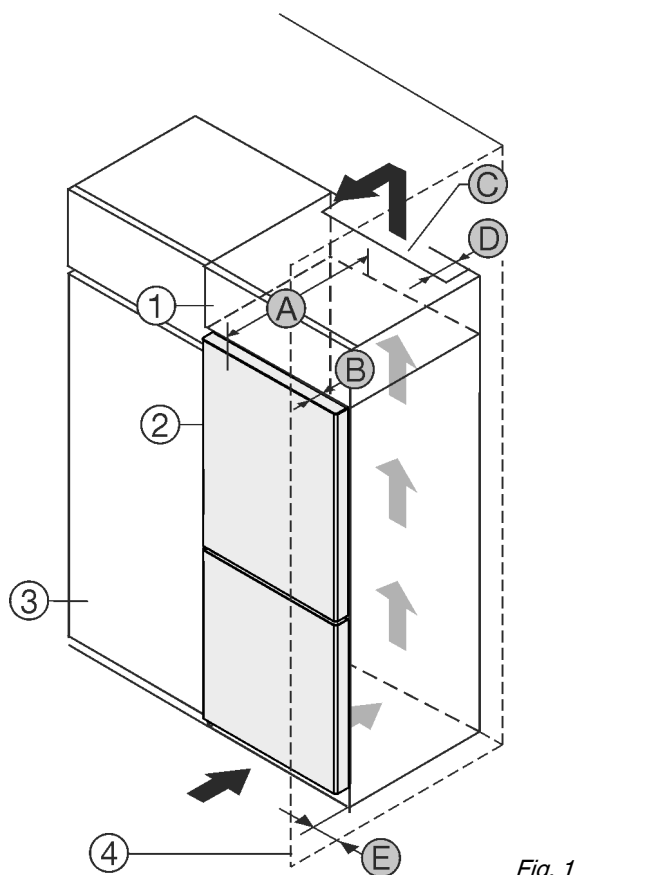

Fig. 1
- (1) Шафа для встановлення на пристрої
- (2) Пристрій
- (3) Кухонна шафа
- (4) Стінка
- (A) Глибина пристрою
- (B) Глибина дверей
- (C) Вентиляційний зазор
- (D) Відстань задня сторона пристрою
- (E) Відстань до сторони пристрою
Пристрій встановити безпосередньо поряд із кухонною шафою Fig. 1 (3).\*
Глибина Fig. 1 (D) вільного простору вздовж усієї задньої сторони шафи повинна бути.
Слід дотримуватись вентиляційного отвору Fig. 1 (C) в стелі приміщення.
Якщо пристрій із шарнірами встановлюється поряд зі стінкою Fig. 1 (4), відстань між пристроєм та стінкою повинна бути не менше 13 мм.
Якщо пристрій із шарнірами встановлюється поряд зі стінкою *Fig. 1 (4)*, відстань між пристроєм та стінкою повинна бути не менше 20 мм.
Щоб мати можливість повністю відкривати дверцята, потрібно, щоб пристрій стояв на відстані глибина дверей *Fig. 1 (B)* відносно передньої панелі кухонної шафи. Залежно від глибини кухонних шаф *Fig. 1 (3)* та використання пристінних розпірок пристрій може ще більше видаватися вперед.\*